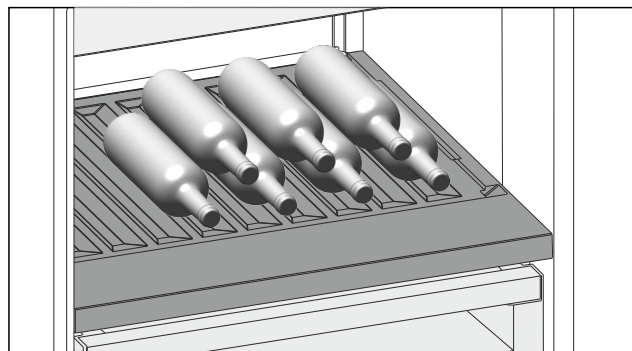

Fig. 132
- ▶ Wkładać butelki dnem ustawionym do tyłu, w kierunku ścianki tylnej. (patrz Fig. 132)